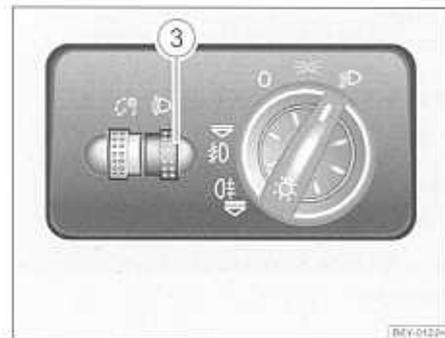

Fig. 31 Cuadro de interruptores: Regulación del alcance luminoso de los faros
- Gire el regulador giratorio ① ⇒ página 56, fig. 31, hasta ajustar la luz de cruce de tal modo, que no deslumbre a los demás concurrentes en el tráfico.